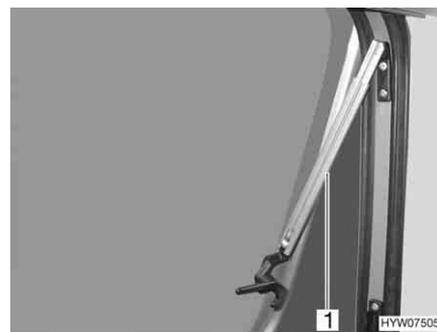

Fig. 49 Finestra apribile con deflettori automatici, aperta
- Aprire la finestra apribile fino al punto di arresto desiderato. Il deflettore automatico (Fig. 49,1) si innesta automaticamente in posizione.